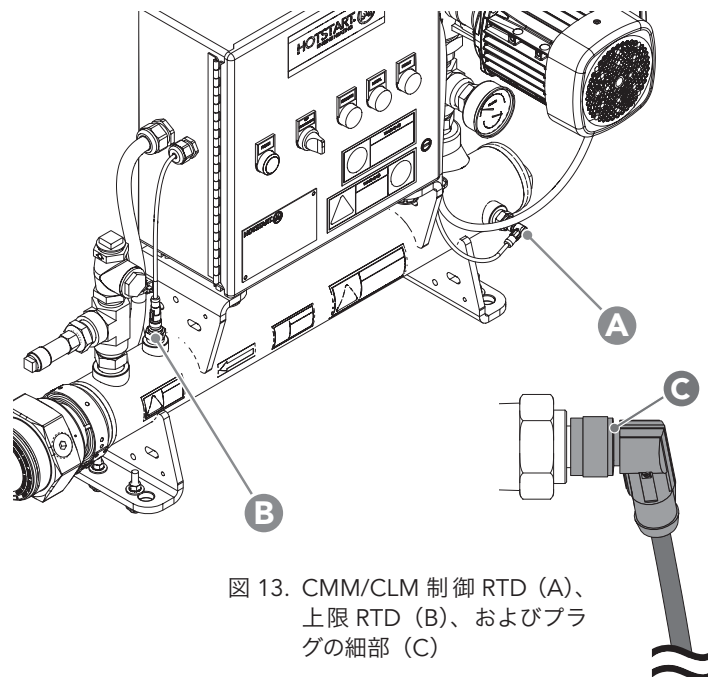

図 13. CMM/CLM 制御 RTD (A)、上限 RTD (B)、およびプラグの細部 (C)
2. 遮断バルブを閉じます。ヒータータンクからクーラントを抜きます（**セクション 4.2.4** を参照）。交換が必要な RTD を特定します（図 13 を参照）。